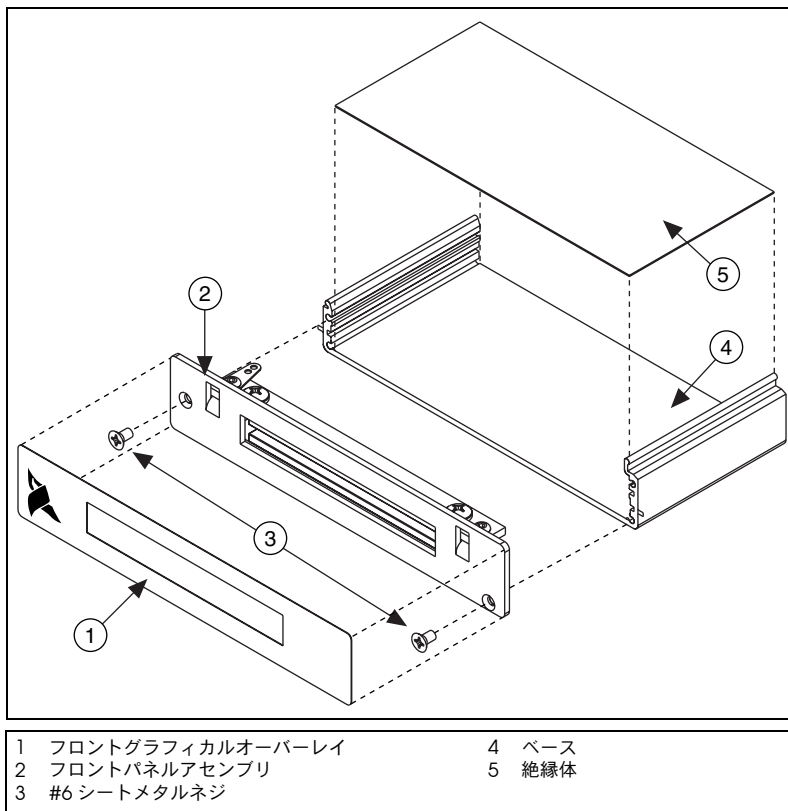

図 3 フロントパネルアセンブリを取り付ける
1. 絶縁体を図 3 に示すようにベースに接着します。
2. フロントパネルアセンブリを、図 3 に示すように 2 つの #6 シートメタルネジを使用してベースに取り付けます。
3. フロントグラフィカルオーバーレイを図 3 に示すようにフロントパネルに接着します。